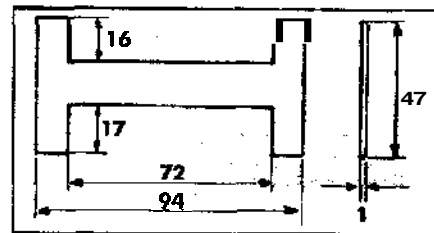

Рис.9 Шаблон поплавка.
*Специальное замечание:* Измерение производится с использованием специального щупа (Рис.9).